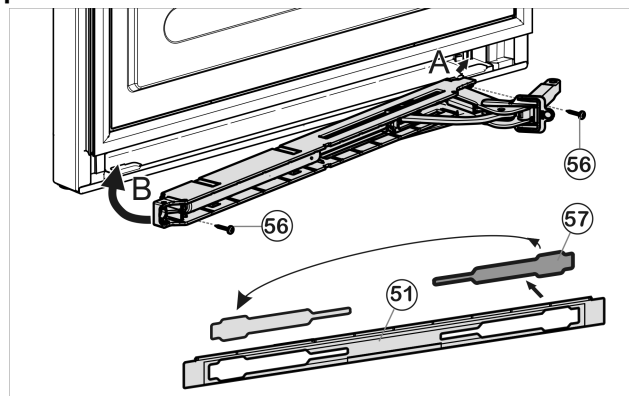

Fig. 23
- Suelte la cubierta Fig. 23 (57) del panel Fig. 23 (51) y vuélvala a colocar en el otro lado.
- Enganche (A) la unidad de amortiguador de cierre con la articulación orientada hacia el lado de la bisagra y gírela hacia dentro (B).
- Atornille la unidad de amortiguador de cierre (2 Torx 15) Fig. 23 (56).